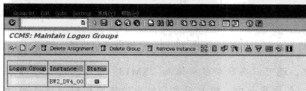

图 13-39 CCMS 登录组界面
STEP 1 在命令栏中输入“SMLG”命令，进入CCMS登录组界面，如图13-39所示。